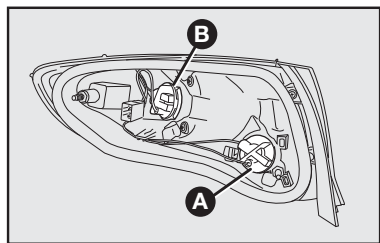

fig. 49
A-fig. 49: Luz de direção (seta) traseira.
B-fig. 49: Luz de posição traseira / luz de freio.
1) Para substituir a lâmpada da luz de direção, girar no sentido anti-horário a tampa porta-lâmpadas **A-fig. 49**, empurrar levemente a lâmpada e girá-la no sentido anti-horário. Em seguida, substituir a lâmpada e recolocar a tampa porta-lâmpada, girando-a no sentido horário.
2) Para substituir a lâmpada da luz de posição / freio, girar no sentido anti-horário a tampa porta-lâmpadas **B-fig. 49**, empurrar levemente a lâmpada e girá-la no sentido anti-horário. Em seguida, substituir a lâmpada e recolocar a tampa porta-lâmpada, girando-a no sentido horário.